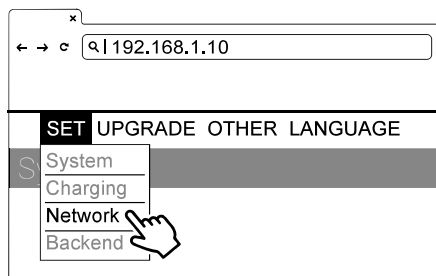

Figura 33. Meniul SET
- 1) Selectați Network. A se vedea Figura 33.